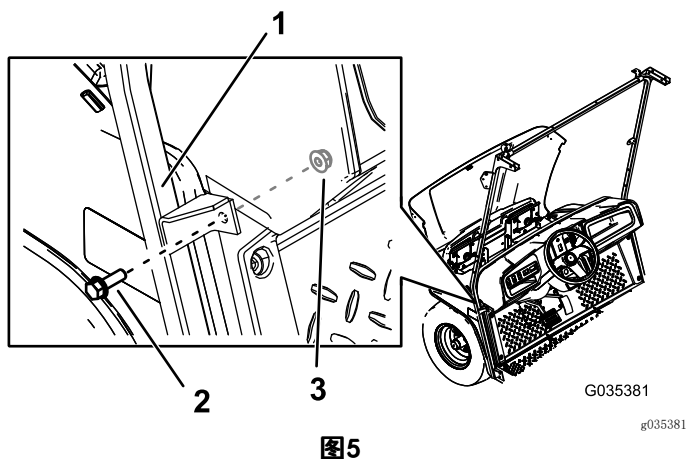

图5
4. 用 2 个六角凸缘螺栓 ( $\frac{5}{16}$  x 1 英寸) 和 2 个螺母 ( $\frac{5}{16}$  英寸) 将风挡支撑的中间支架固定到机器上钻出的孔内 (图5)。